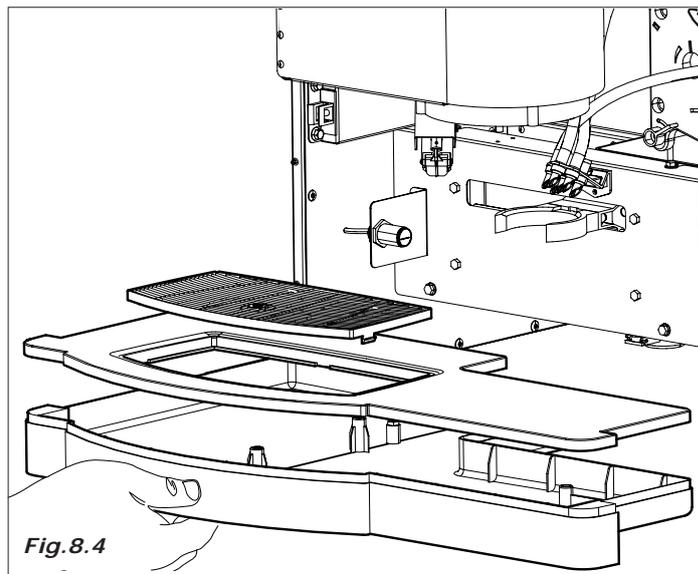

Fig.8.4
- canal água (2), camara miscelacão (3), ventainha de mistura-gem (4) e anel (5).
- zona distribuição (Fig.8.4)